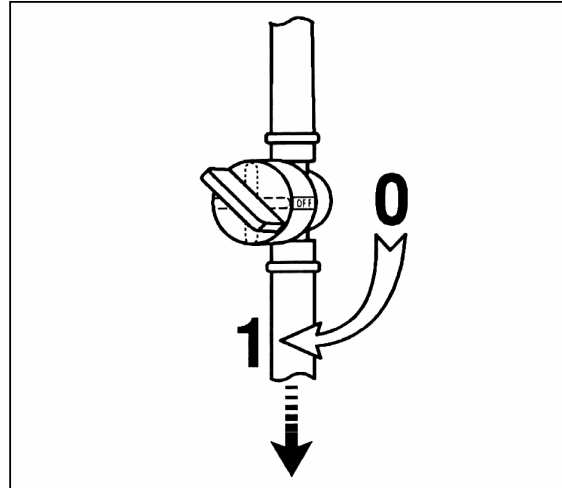

Fig. 14
1. Votre tracteur est équipé avec un robinet d'essence. Pour l'ouvrir la poignée doit être dirigée vers le bas comme dans fig. 14.